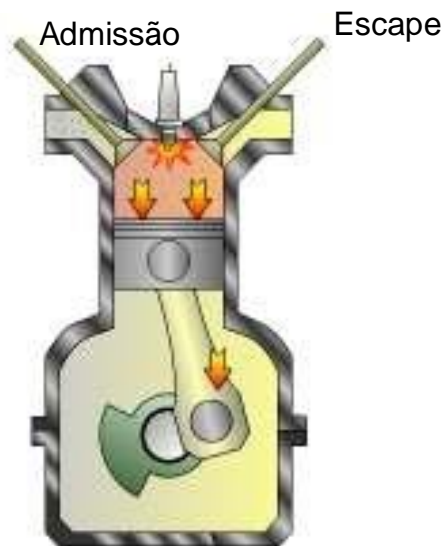

Figura 11 - Esquema da explosão-expansão no ciclo Otto 4 tempos
- Terceiro curso: Expansão. Quando o êmbolo chega ao ponto morto superior, na máxima compressão, a ignição por centelha (ciclo Otto) é liberada, causando a explosão da mistura ar e combustível. Como ocorre o aquecimento e conseqüentemente o ar se expande, a expansão impulsiona o êmbolo para baixo (do ponto morto superior ao inferior). As válvulas estão fechadas, pois para o melhor aproveitamento da expansão dos gases para impulsionar o êmbolo é necessária a vedação (Figura 11).